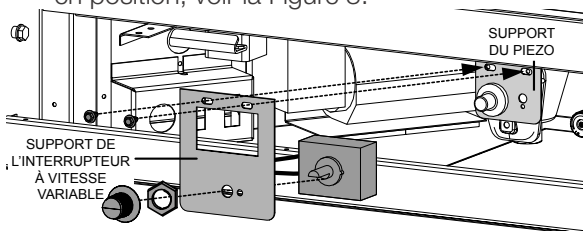

Fig. 3
- Installez le support IVV puis fixer en place utilisant les deux vis précédemment enlever, Figure 3. Pour installer L'IVV le support de l'interrupteur à vitesse variable doivent être installés, enlever les deux vis du support du piezo.
- L'interrupteur à vitesse variable (IVV) doivent être démonté pour fixer aux support IVV pour l'installation. Placez L'IVV entre le support puis fixer utilisant le rondelle de blocage. Prenez le bouton de l'interrupteur et installez-le en position, voir la Figure 3.